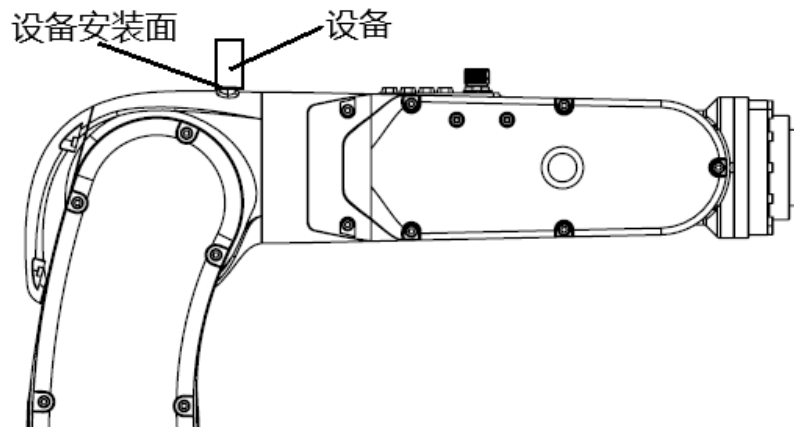

图 6-10 AIR4-560C(-HW)操作机肘部负载安装尺寸示意图
- AIR4-560C(-HW)操作机肘部可安装重量不超过 1kg 的外部设备, 如图 6-10 所示。